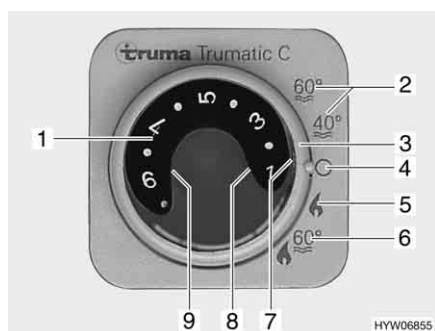

Fig. 60 Centralina di controllo per riscaldamento/boiler
- Impostare la modalità di funzionamento tramite l'interruttore girevole (Fig. 60,3).
A seconda della temperatura ambiente desiderata, il riscaldamento seleziona automaticamente il livello del bruciatore necessario. Al raggiungimento della temperatura ambiente desiderata, il bruciatore si spegne. La temperatura ambiente viene misurata con il sensore per la temperatura, accanto al pannello di controllo. Durante la modalità di funzionamento "Riscaldamento e boiler" (Fig. 60,6) è riscaldata anche l'acqua nel boiler. Nella modalità di funzionamento "Riscaldamento senza boiler" (Fig. 60,5) è possibile far funzionare il riscaldamento con il boiler vuoto.
- Impostare la manopola della temperatura (Fig. 60,1) sulla centralina di controllo scegliendo la potenza desiderata.
- Posizionare l'interruttore girevole (Fig. 60,3) su funzionamento invernale "Riscaldamento senza boiler" (Fig. 60,5) o "Riscaldamento e boiler" (Fig. 60,6).
Si accende la spia verde di controllo (Fig. 60,7).
- Posizionare l'interruttore girevole (Fig. 60,3) su "O" (Fig. 60,4).